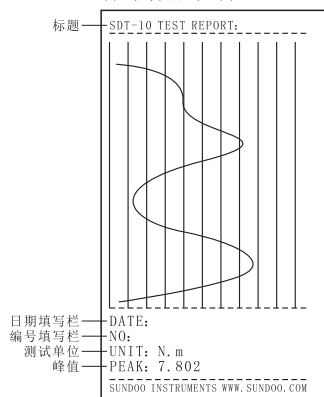

图 8
- 1、当通讯方式设定为“打印曲线”时，为单次测试曲线打印。按下“ ”键，液晶屏显示“打印曲线”，当测试时，同步打印测试曲线，打印样张如图8所示。